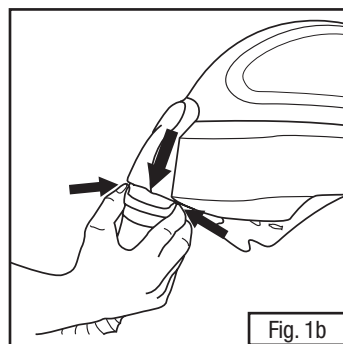

Fig. 1b
- Pour déconnecter le tuyau de respiration, comprimer les onglets situés à l'extrémité du raccord à détachement rapide pour le libérer et tirer pour l'enlever (Fig. 1b).